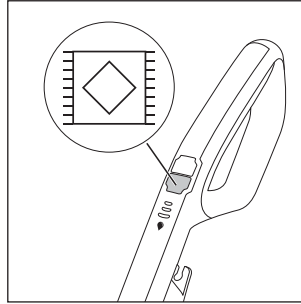

Abb. 17
- ♦ Um das Gerät einzuschalten, drücken Sie den Schalter Teppichboden  **13** (siehe Abb. 17). Die LED des Schalters Teppichboden  **13** leuchtet blau.
- Wenn Sie beim Reinigen von Teppichböden den Schalter Reinigungslösung (15) betätigen, wird im Vergleich zur Hartfußbodenreinigung doppelt soviel Reinigungslösung auf die Bürstenrolle (6) gegeben.
- Um Teppichböden nach der Reinigung schneller trocknen zu lassen, fahren Sie mit dem Gerät mehrmals über den Teppich. Halten Sie dabei den Schalter Reinigungslösung (15) nicht gedrückt.
- ♦ Drücken Sie zum Ausschalten des Gerätes erneut den Schalter Teppichboden (13) (s. Abb. 17).